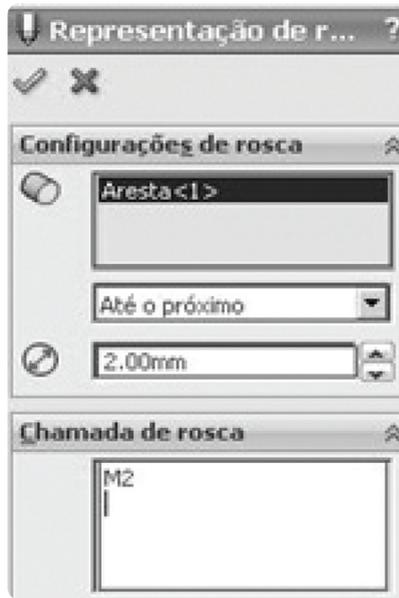

Figura 9.5 – Representação de rosca do parafuso
3.1 Repita os itens 6.1 a 6.3 do capítulo 5, tomando o cuidado somente de ajustar corretamente os valores no Property Manager, conforme a Figura 9.5